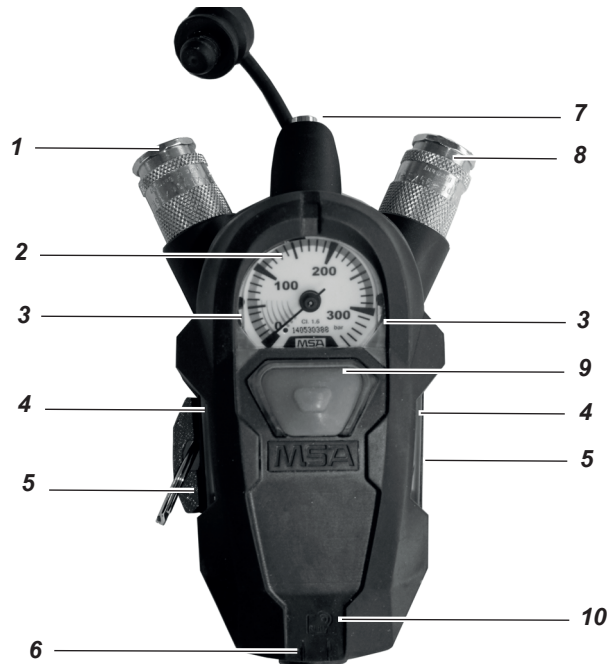

Fig. 1 Vista general del SingleLine SCOUT
El SingleLine SCOUT (véase Fig. 1) está conectado en el extremo del SingleLine de un equipo de protección respiratoria autónomo de aire comprimido correspondiente de MSA. Está formado por un manómetro (2), la conexión para el regulador a demanda (8) y por un dispositivo de aviso acústico (7) (silbato). Emite una señal de aviso continua cuando la presión de la botella desciende de  $55 \pm 5$  bar. La segunda conexión (1) se conecta a un segundo regulador a demanda (por ejemplo, conjunto de rescate o RespiHood).